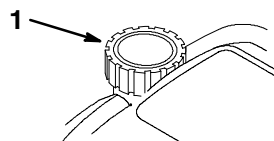

Figure 7
9. Nettoyer tout autour du bouchon du réservoir d'essence (Fig. 7).